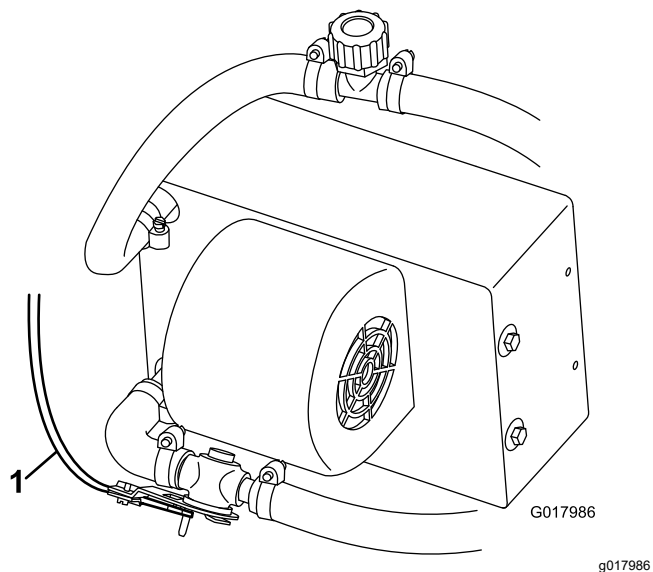

図 30
9. ヒーターコントロールケーブルを、ヒーターバルブに接続する図 30。